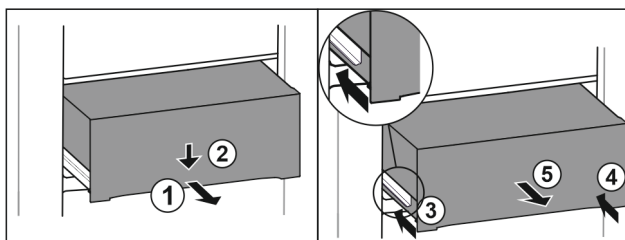

Fig. 184
- Estrarre il cassetto a metà. Fig. 184 (1)
- Premere il cassetto sul lato anteriore verso il basso. Fig. 184 (2)
- Spingere la guida sinistra di circa 2 cm verso l'interno. Fig. 184 (3)
- Spingere la guida destra di circa 2 cm verso l'interno. Fig. 184 (4)
- Rimuovere il cassetto tirandolo in avanti. Fig. 184 (5)